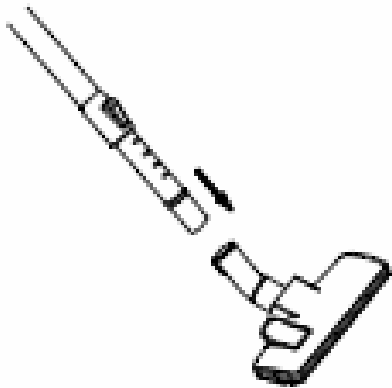

Fig. 4
- Puneți duza necesară pe partea extensibilă a tubului telescopic (peria mare ”podea/covor” sau duza combinată ”mobilier/fisuri”). (Fig. 4)